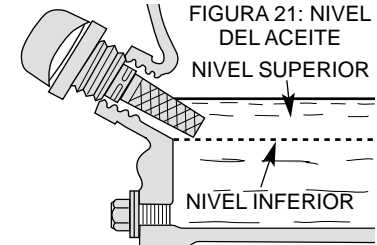

FIGURA 21: NIVEL DEL ACEITE
3. Llene el cárter del motor con el aceite recomendado. Revise el nivel del aceite (figura 21).